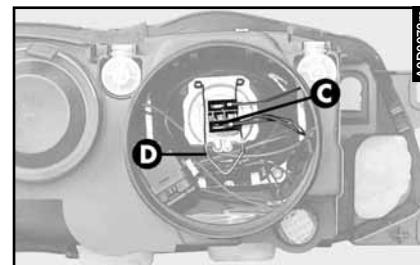

fig. 40
– Défiler le connecteur (**C- fig. 40**) engagé à pression.